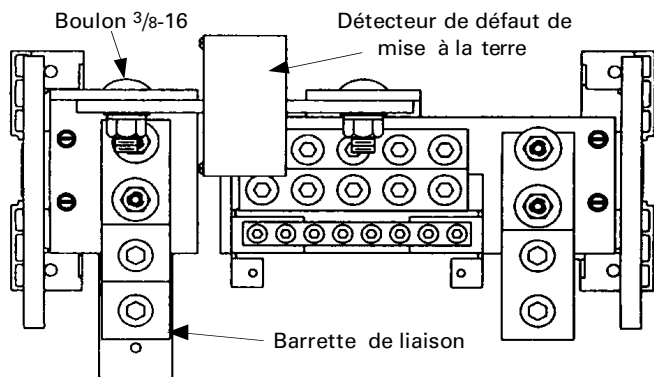

Figure 5. Neutre 400–600 A avec détecteur de défaut de mise à la terre.
- 400-600 A : Desserrer les écrous 3/8-16 (Fig 5) et enlever le détecteur. Après l'essai, remonter et serrer à 14 lb-pi.